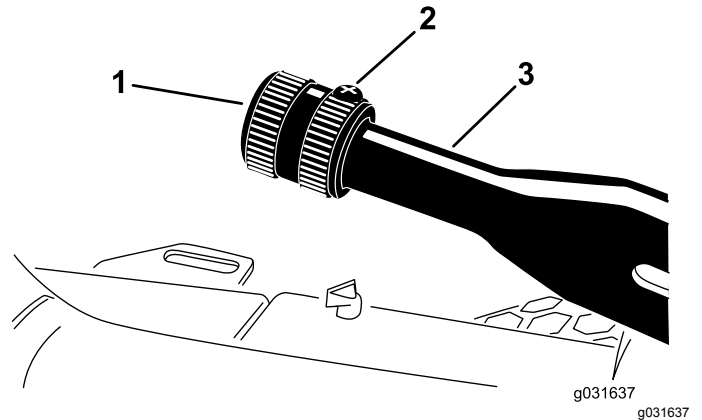

図 59
1. 調整ノブをブレーキレバーに固定している固定ねじをゆるめる 図 59。